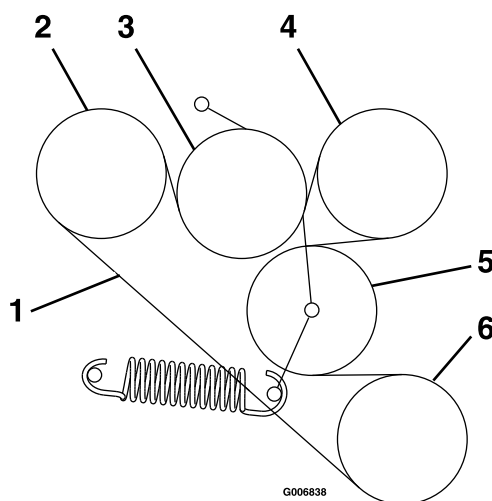

Figura 62
6. Ghidați noua curea pe anuri, aa cum este ilustrat în autocolantul de pe partea din spate a protecției stânga a transmisiei (Figura 62).